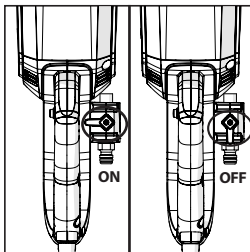

Abb. 6c
- Öffnen Sie das Wasserventil, um der Klinge Wasser zuzuführen. Die Durchflussmenge kann über das Wasserventil an der Säge eingestellt werden. (Abb. 6c)
- Schalten Sie nach Beendigung des Schnittes die Maschine aus. Schalten Sie danach das Wasserventil (3) aus, um den Wasserfluss zur Klinge zu stoppen.